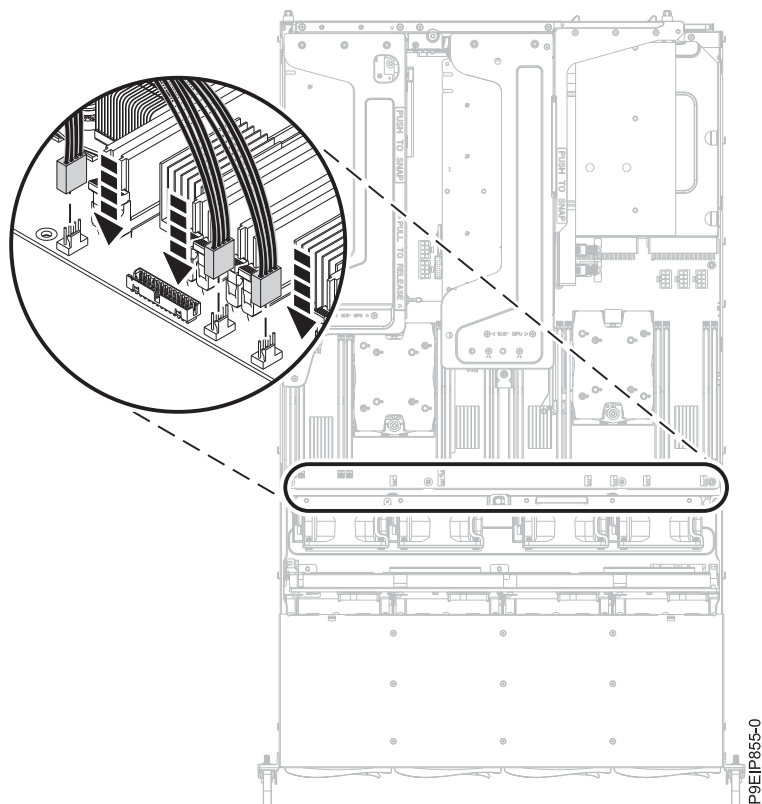

Figura 40. Conectando os cabos do ventilador
5. Conecte os quatro cabos de energia do ventilador ao painel traseiro do sistema conforme mostrado na Figura 40.